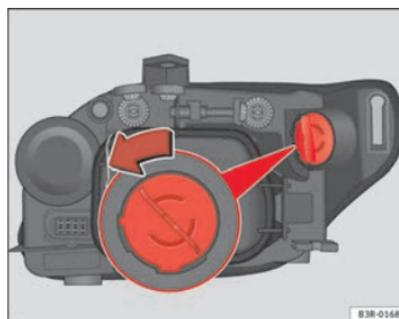

Abb. 207 Glühlampe für Blinker
- Drehen Sie den Lampenhalter gegen den Uhrzeigersinn und ziehen Sie ihn ⇒ Abb. 207 mit der Glühlampe heraus.